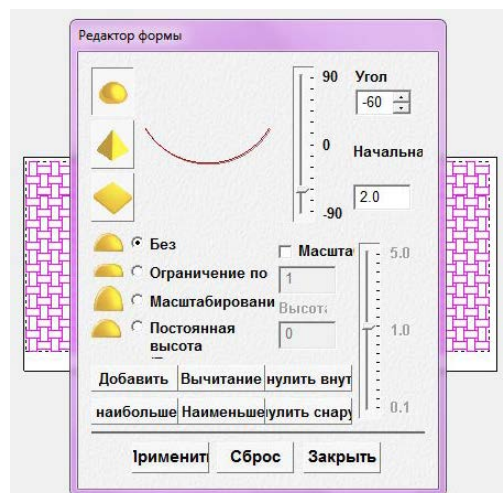

Рис. 4.14. Редактор формы
2. Наносимо рельєф майбутнього тиснення рисунка на шкірі, отримавши його за допомогою «Редактора форми», використовуючи вже готовий векторний рисунок моделі ременя (рис. 4.14).